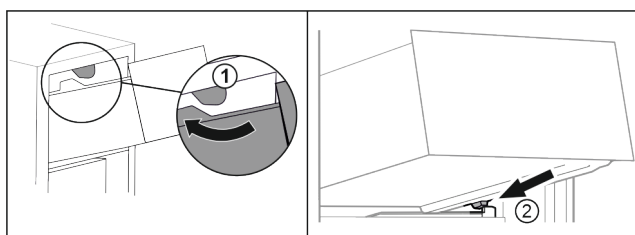

Fig. 89
- Preved'te zásuvku okolo horných zarážok. Fig. 89 (1)
- Nasad'te zásuvku šikmo za dolnými zarážkami na rebro nádoby. Fig. 89 (2)